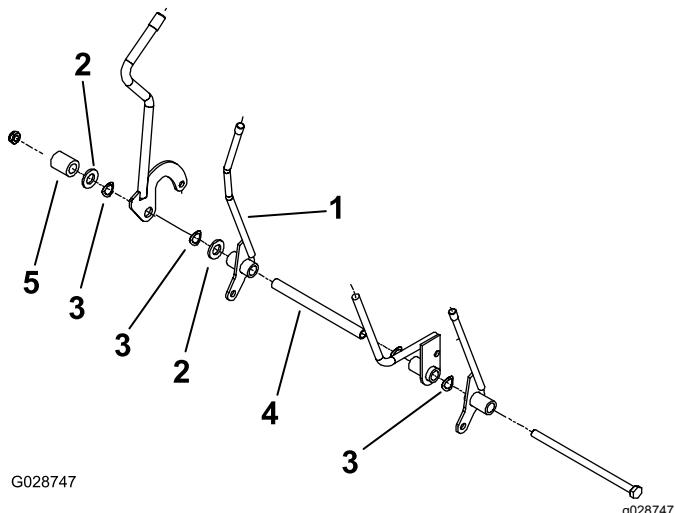

Figura 8
Nota: Coloque la palanca como se muestra en Figura 8.
- Instale en el perno los componentes que había retirado anteriormente y colóquelos como se muestra en Figura 8.
- Fije el perno al soporte de la palanca con la tuerca que retiró anteriormente (Figura 8).
Nota: La posición de la palanca se muestra en la Figura 8.